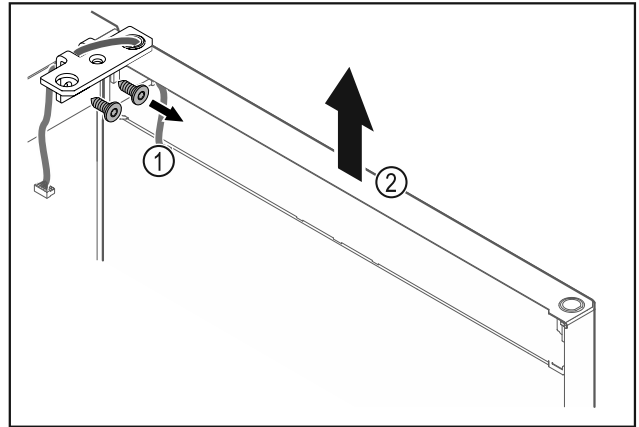

Fig. 28
- Scharnierwinkel Fig. 28 (1) abschrauben.
- Tür inklusive Scharnierwinkel Fig. 28 (2) circa 200 mm (7.87 in) gerade nach oben heben und abnehmen.